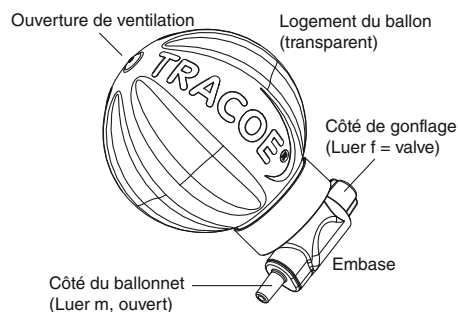

Fig. 1 : Composants et connecteurs du TRACOE smart Cuff Manager
**ATTENTION :** La fonction régulatrice du ballon intérieur n'est efficace que dans une direction pour permettre le gonflement ou la surveillance de la pression du ballonnet de la canule endotrachéale/canule de trachéotomie et par conséquent, elle n'est pas active lorsqu'un manomètre ou une seringue est inséré dans le connecteur luer (du côté de gonflage du dispositif (figure 1).
Le ballon élastique intérieur (bleu) est situé à l'intérieur d'une enveloppe extérieure sphérique et dure (transparente). Ce ballon intérieur est connecté à l'embase (blanche) qui a deux connecteurs luer (figure 1) :
Ce connecteur luer femelle comporte une valve auto-obturante incorporée qui empêche un flux d'air au moment du retrait de la seringue ou d'un appareil de mesure de la pression, voir figure 1.